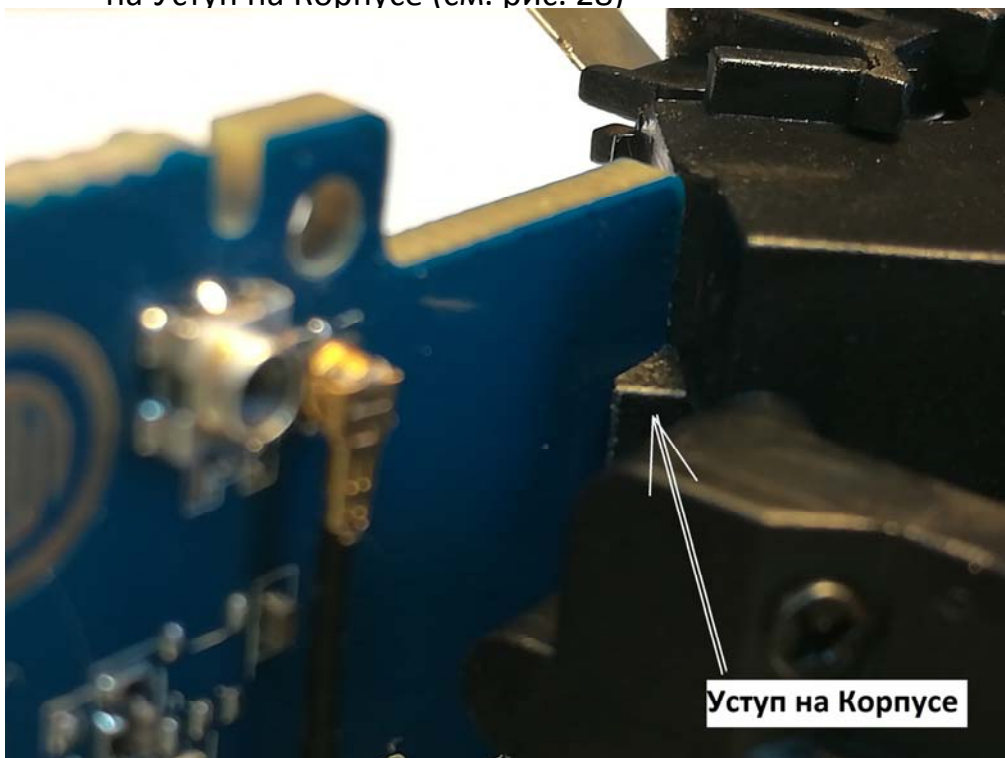

рис. 28
- Противоположный (нижний) край МП должен, в итоге сборки) опереться на Уступ на Корпусе (см. рис. 28)